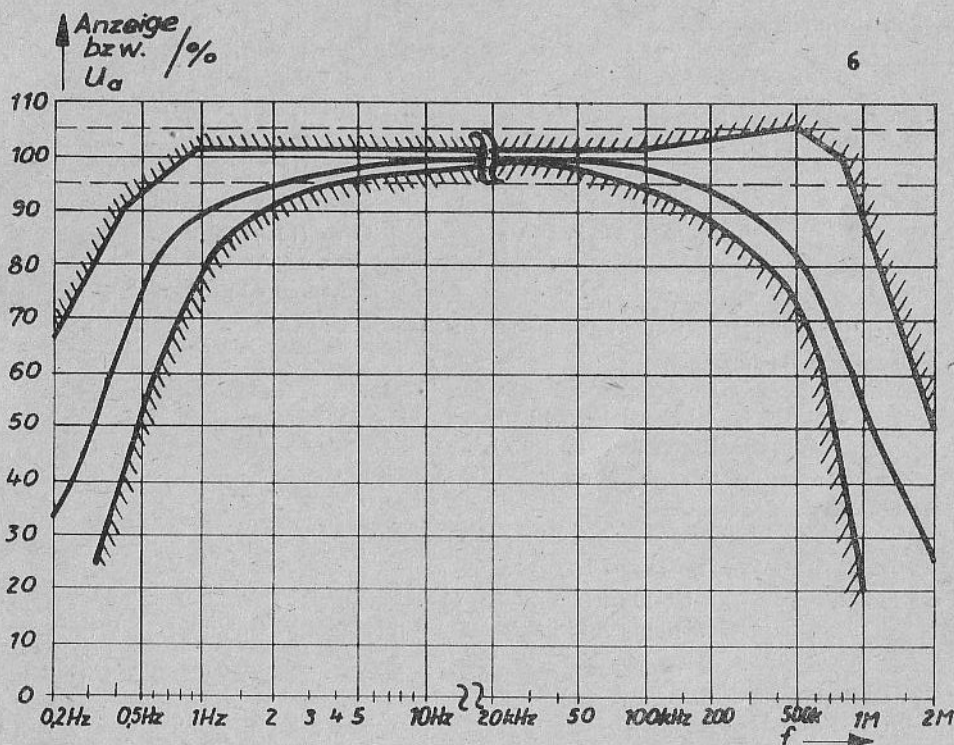

Bild 3: Frequenzgang des VM 70
- Einflußfehler der Frequenz (siehe Bild 3)